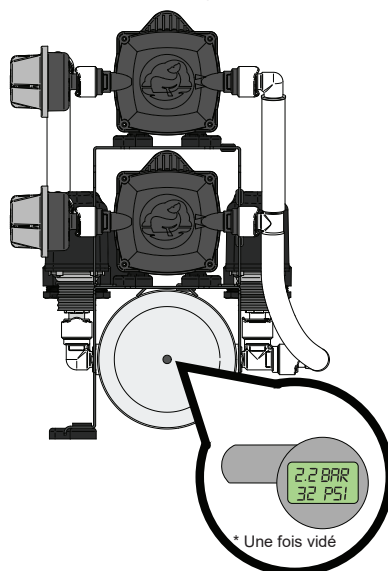

Figure 7 Emplacement de la vanne pour le contrôle annuel
- Vérifier la pression du réservoir accumulateur une fois par an comme indiqué en Figure 7. Utiliser une pompe à main ou à pied pour augmenter la pression si nécessaire.